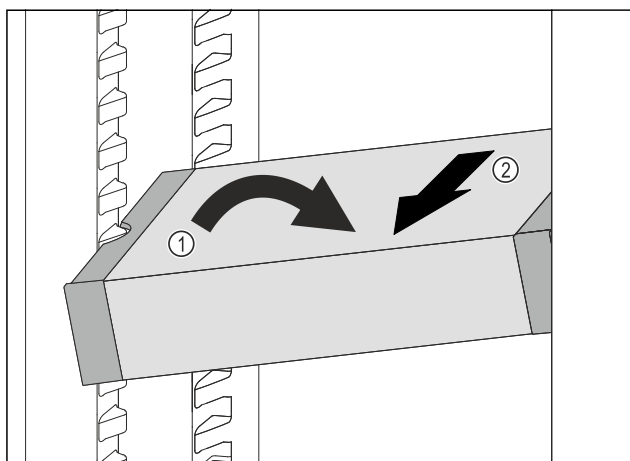

Fig. 200
- Nustatykite VarioSafe šaldytuvo skyriuje įstrižai. Fig. 200 (1)
- Išimkite VarioSafe į priekį. Fig. 200 (2)